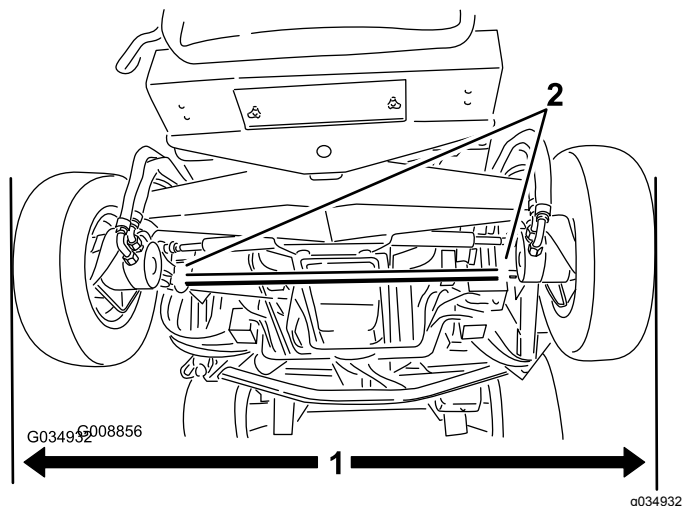

Рисунок 112
1. Установив задние шины строго прямолинейно, измерьте наружное расстояние (на высоте моста) в передней и задней частях задних шин (**Рисунок 112**).
2. Для регулировки схождения ослабьте зажимы на обоих концах поперечных тяг (**Рисунок 112**).